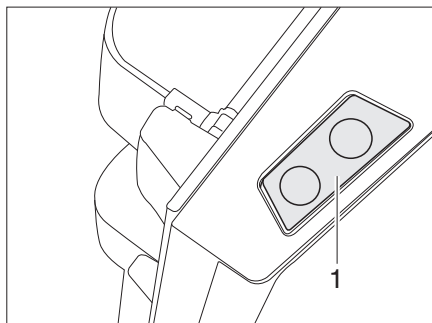

Fig. 143 Touche de déverrouillage de la porte du réfrigérateur (Dometic Série 8)
- Appuyer sur la touche de déverrouillage (Fig. 143,1) et ouvrir la porte du réfrigérateur.